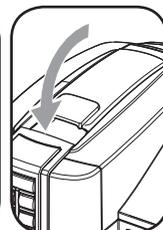

Fig.3
- 10- Coborâți maneta pentru a închide compartimentul pentru capsule (Fig.3).